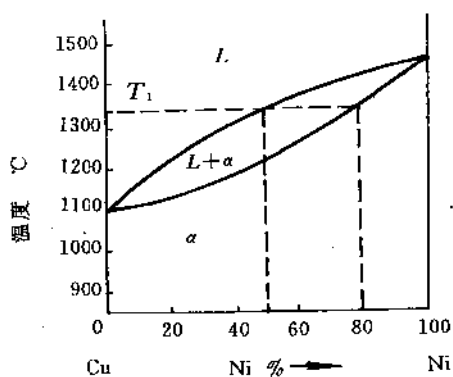

图 5-1
3. 将 20kg 纯铜与 30kg 纯镍熔化后慢冷至如图 5-1 温度 T_1 ,求此时: